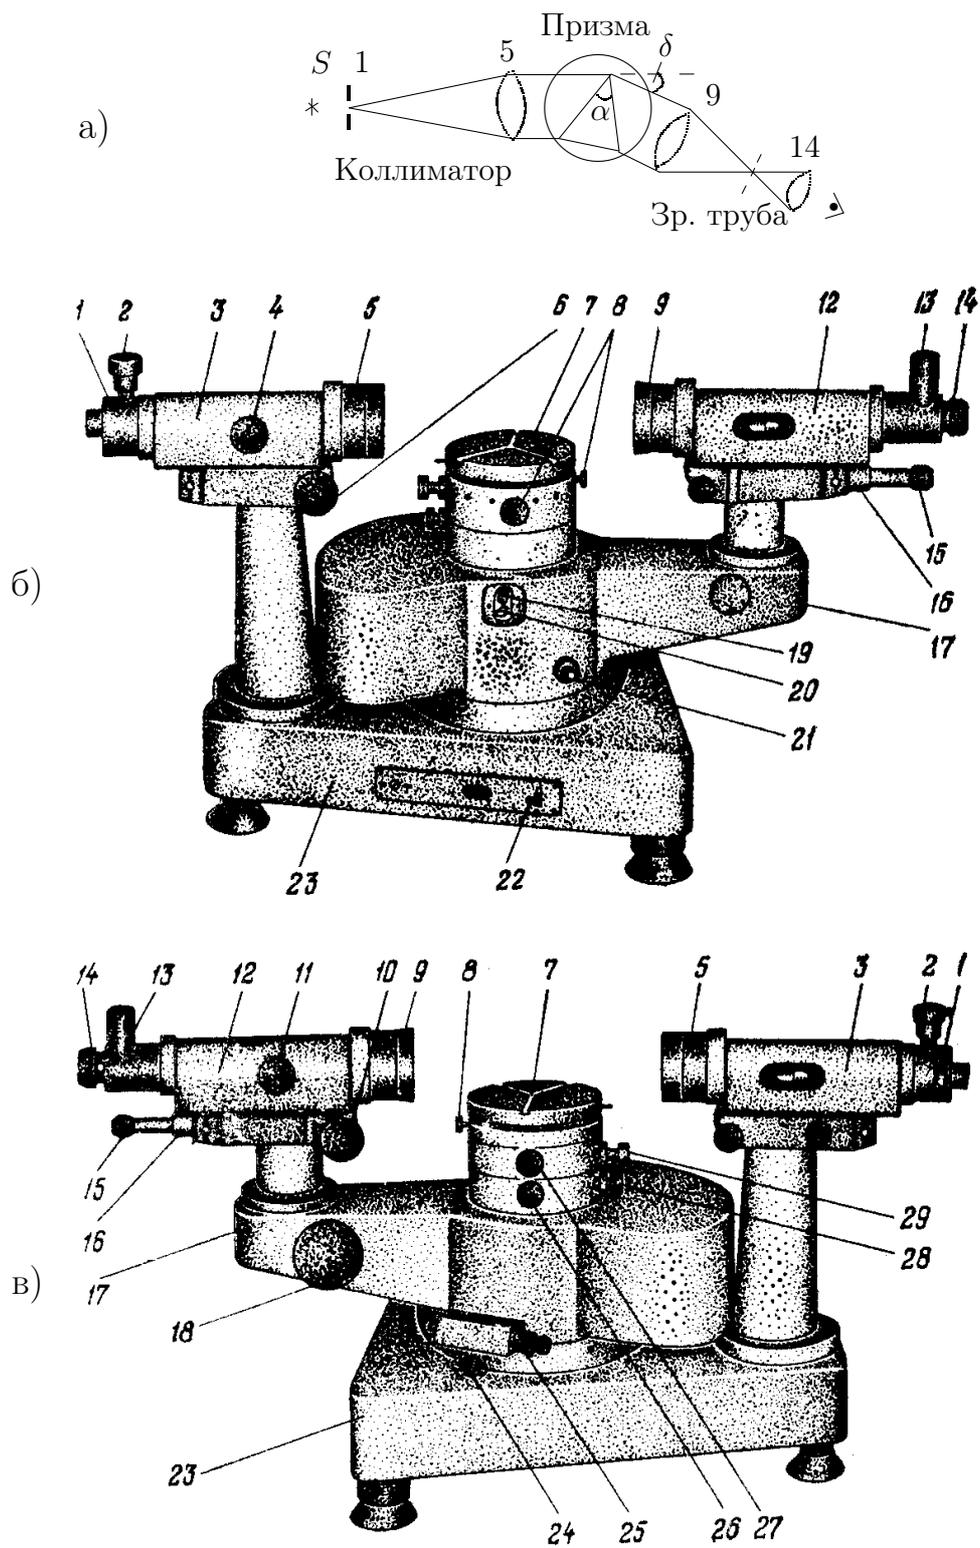

Рис. 1. Оптическая схема и внешний вид гониометра
Оптическая схема гониометра представлена на рис. 1а. Свет от источника S проходит через коллиматор (устройство, дающее параллельный пучок, состоящее из щели 1 и объектива 5) и преобразуется призмой или решёткой в набор параллельных пучков, каждый из которых соответствует определённой длине волны. Параллельные пучки собираются в фокальной плоскости объектива 9 зрительной трубы и рассматриваются глазом через окуляр 14. При освещении щели ртутной лампой, дающей дискретный спектр, в фокальной плоскости видны отдельные линии — цветные изображения входной щели (см. рис. 4 и таблицу 1).
Внешний вид гониометра представлен на рис. 1б и 1в. Коллиматор 3, столик 7 и алидада 17 со зрительной трубой 12 крепятся на массивном основании 23. На столике 7 размещаются исследуемые объекты. Коллиматор закреплён неподвижно, а столик и алидада с трубой могут вращаться вокруг вертикальной оси.
1. Алидада вращается относительно лимба и столика либо грубо от руки при свободном винте 24 (см. рис. 1в), либо точно с помощью микрометрического винта 25 при зажатом винте 24.
1. Приступая к юстировке, убедитесь, что рычажок 20 (см. рис. 1б) в верхнем положении (рычажок 19 нажат).